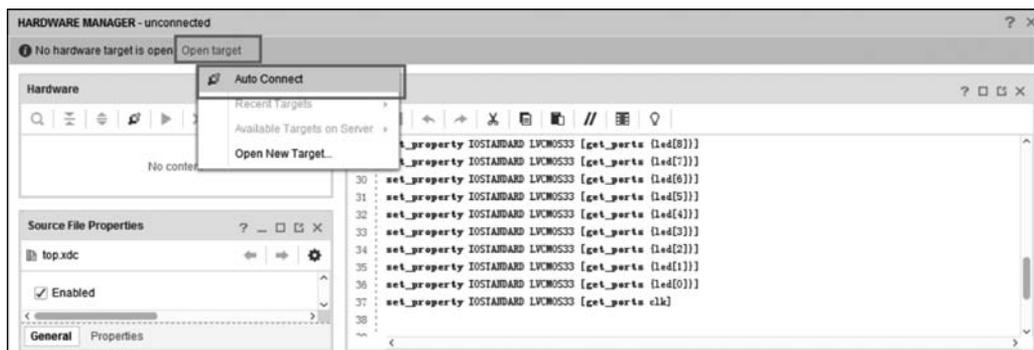

图 3.27 连接到目标板
(2) 进入如图 3.27 所示的 HARDWARE MANAGER 对话框,将目标板通过 USB 连接至计算机,打开电源开关,单击图 3.27 中的 Open target,选择 Auto Connect 选项,使软件连接到目标板。